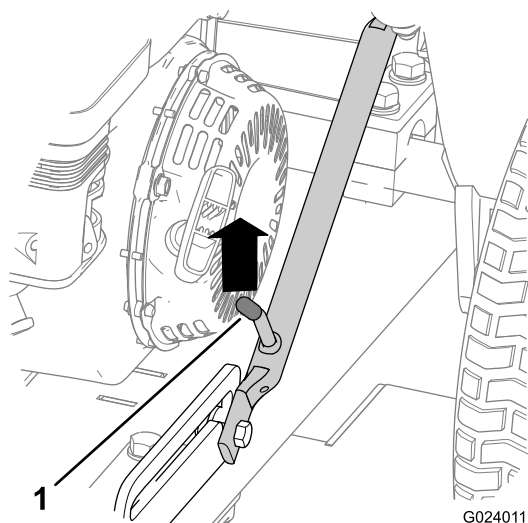
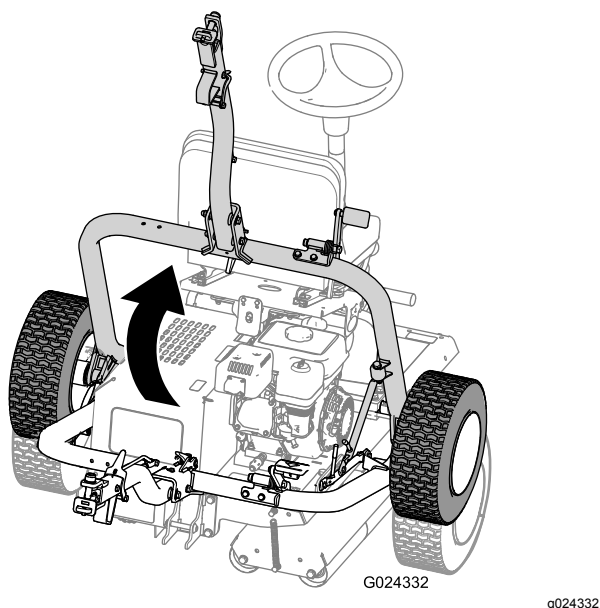

Figura 24
Figura 28
- A. Empurre a estrutura de engate até desbloquear a alavanca de trinco do bloqueio de desliz (Figura 24).
- D. Levante o engate (Figura 28) até a alavanca de trinco ficar bloqueada no bloqueio de deslize (Figura 24).